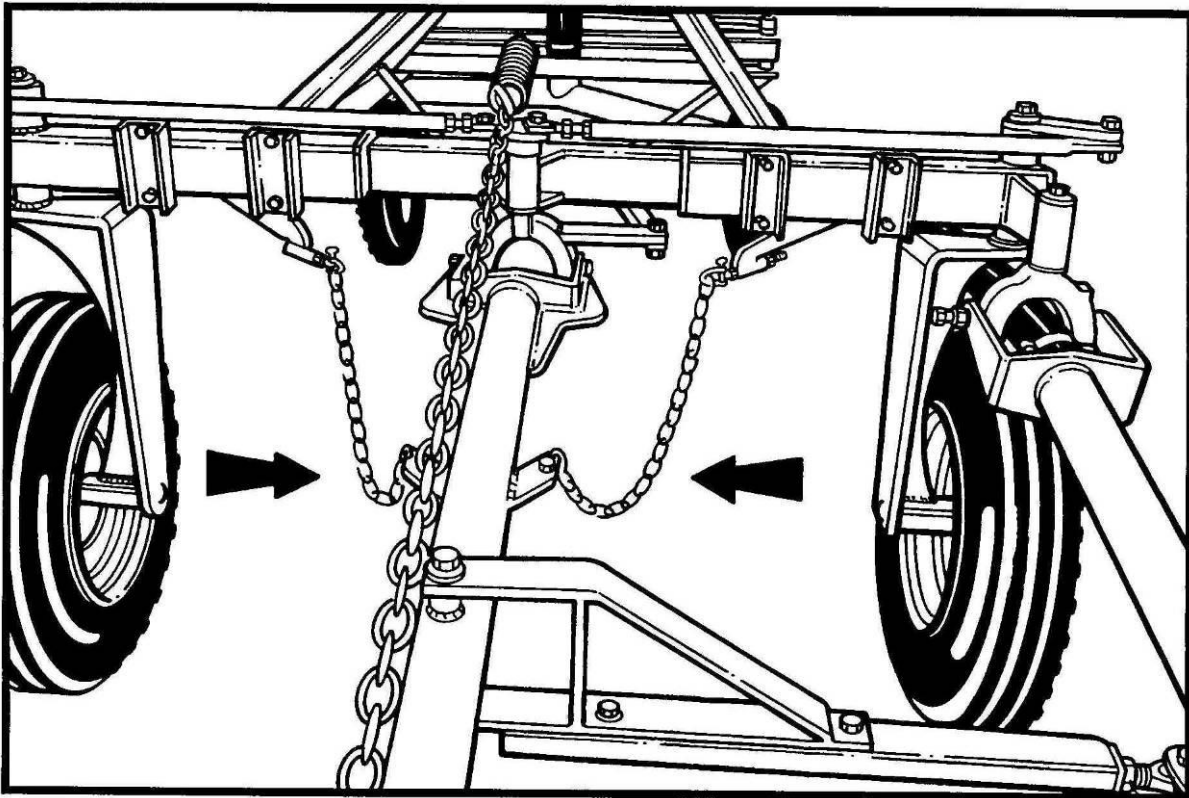

Abb.17
- 11) Kontrollieren, ob die Anschlagketten (Abb. 17) richtig eingestellt und an bei den Deichseln der gleichen Spannung ausgesetzt sind.